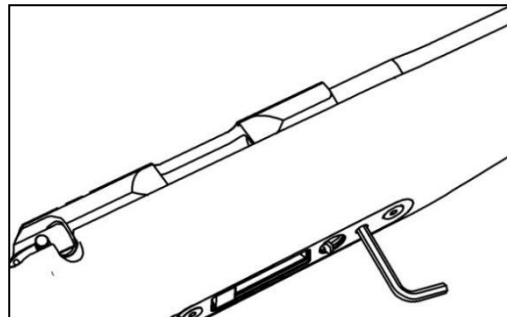

рис.4
- Снимите ствол. Для этого вставьте прилагаемый шестигранный ключ 4мм в отверстие рядом с защелкой магазина. Убедитесь, что он вошел в головку винта и открутите против часовой стрелки на 3-4 оборота. Обхватите ствол рукой, попытайтесь провернуть его в обе стороны (это освободит фиксатор), затем осторожно извлеките его из ствольной коробки (рис.4). Если ствол начал двигаться, но не выходит – открутите винт крепления дополнительно на 1-2 оборота и, слегка поворачивая ствол в обе стороны, выньте его.